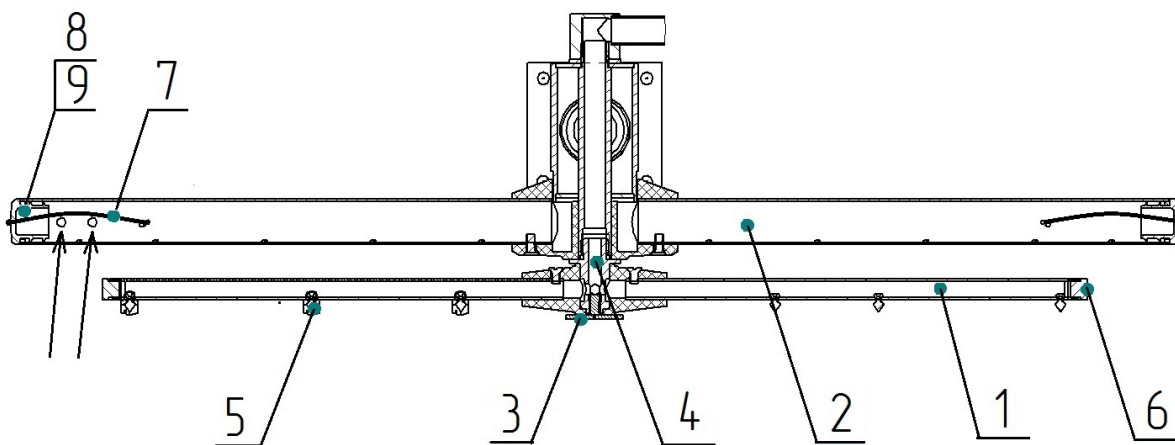

Рис. 3. Схема установки разбрызгивателей
В случае засорения форсунок, неравномерного вращения ополаскивающего разбрызгивателя или его останова необходимо (см. рис. 3):
В случае засорения форсунок, неравномерного вращения моющего разбрызгивателя или его останова необходимо (см. рис. 3):
- промыть водой засоренные форсунки и боковые отверстия (показаны стрелками на рис. 3)